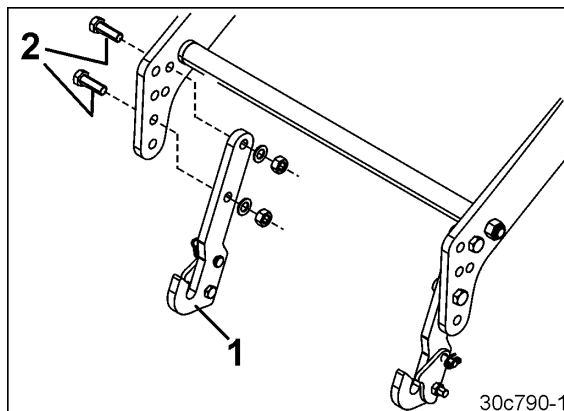

Fig. 88
1. Fijar cada gancho de sujeción (Fig. 88/1) con dos tornillos (Fig. 88/2) al bastidor de elevación.